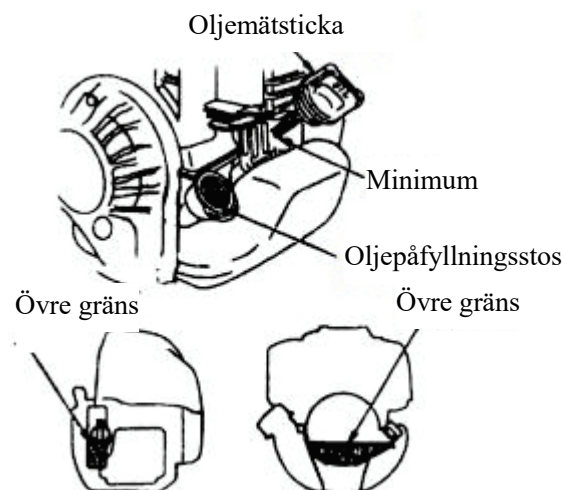

Fig. 3
4.3.2 Bensinmotorn ska stå horisontellt. Skruva ut oljemätstickan och kontrollera oljenivån enligt fig. 3. Fyll på till övre gränsen om oljenivån är för låg. Byt ut oljan om den är smutsig.